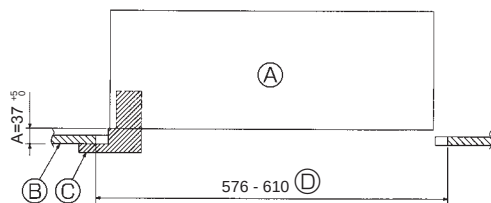

Fig. 10-2
10.2. Підготовка до прикріплення решітки (Fig. 10-2)